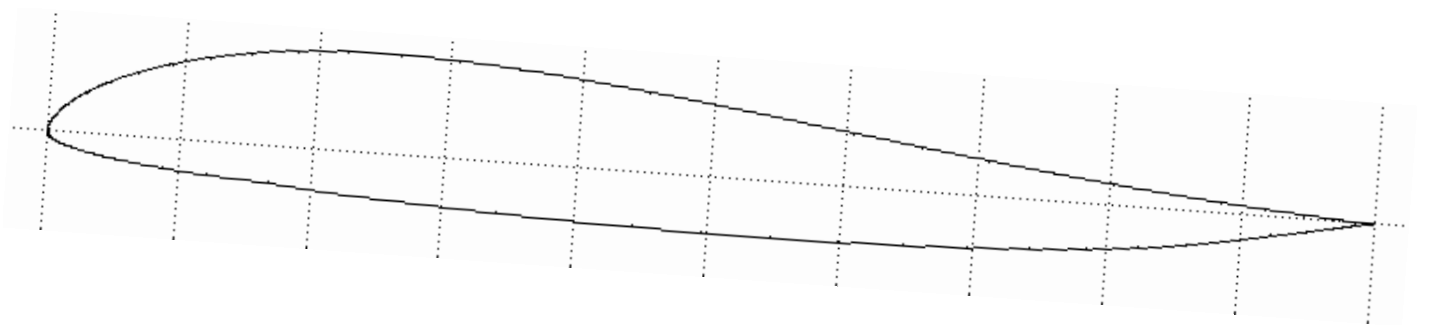

FIGURE 3 – Profil Eppler330 incliné à 4.0° par rapport aux bords horizontaux de la feuille.
- 3) Calculez les composantes de traînée et de portance par unité d'envergure du profil. Représentez, à l'échelle, sur la FIG. 3, ces composantes de traînée et de portance et le vecteur force globale exercée par l'air sur ce profil (sans préciser le point d'application de cette force); Vous préciserez l'échelle que vous aurez utilisé en complétant et en écrivant sur la FIG. 3 "... mm \equiv ... unité" de ces composantes à préciser.[3]